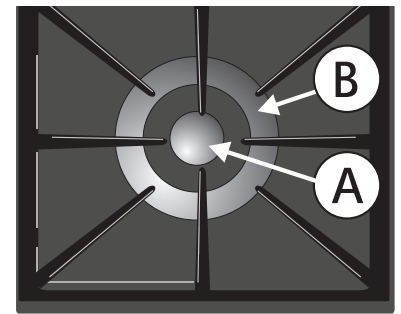

Figure 1
5. Lorsque le brûleur est allumé, tournez le bouton **dans le sens anti-horaire** entre la position HI et MED jusqu'à l'obtention de la dimension de la flamme voulue pour les deux anneaux de feu (figure 1). Ne laissez pas le bouton à la position "ALLUMAGE" lorsque vous faites la cuisson sinon l'allumeur électrique continuera d'émettre des déclics et son électrode risque d'être endommagée.
Réglage pour mijotant (Figure 1; Zone A)